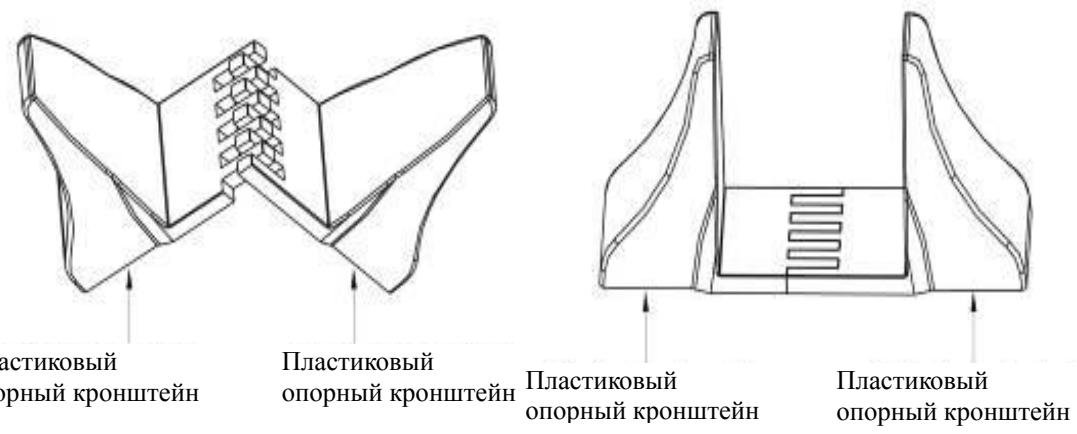

Рисунок 11 Установка пластиковой основы
③ Если бат. модуль необходимо разместить посередине, то сборка пластиковой основы аналогична (Рисунок 11). Разница заключается в том, что в середине добавляются две пластиковые удлиненные панели 1U (как показано ниже)